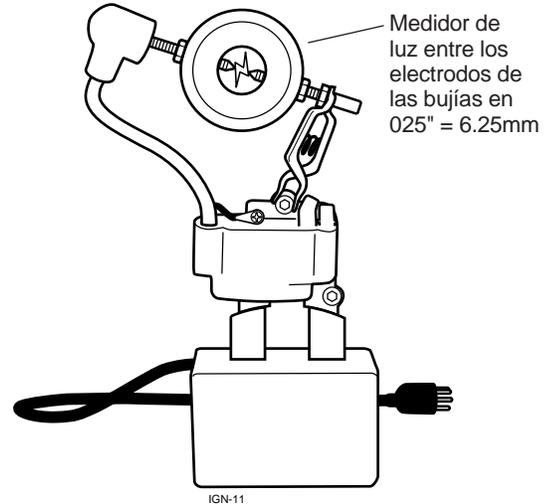

Figura 5.20 Bobina Modular en el simulador
- Los sistemas de encendido de una pieza (modulares) se pueden probar rápidamente en un simulador de volante (figura 5.20)